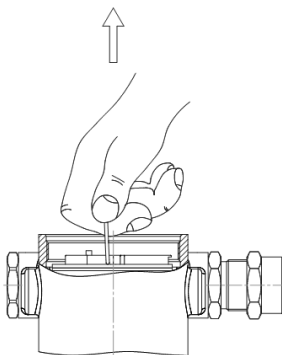

Рисунок 28 – Извлечение индикатора
- При наличии модуля индикатора извлеките его из корпуса уровнемера. Чтобы извлечь модуль индикатора (см. рисунок 28) потяните его за ручку 18 (см. рисунки 12 – 14, 17 – 19).